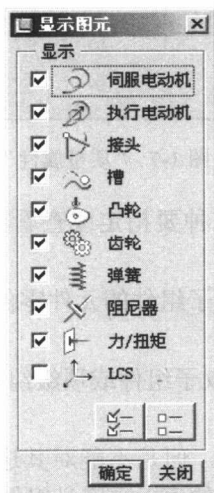

图 1-10 “显示图元”对话框
① **加亮主体 (Highlight Bodies)** 加亮组件中的主体，其中基础总是加亮为绿色。
② **机构显示 (Mechanism Display)** 单击该选项，将弹出如图 1-10 所示的“显示图元 (Display Entities)”对话框，可以打开或关闭组件上图标可见性。缺省条件下，除 LCS 外所有图标均可见。
(4) 插入菜单栏